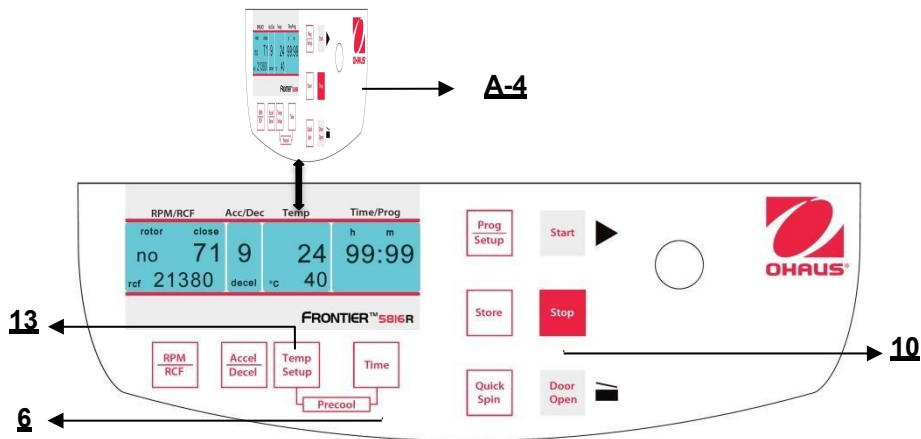
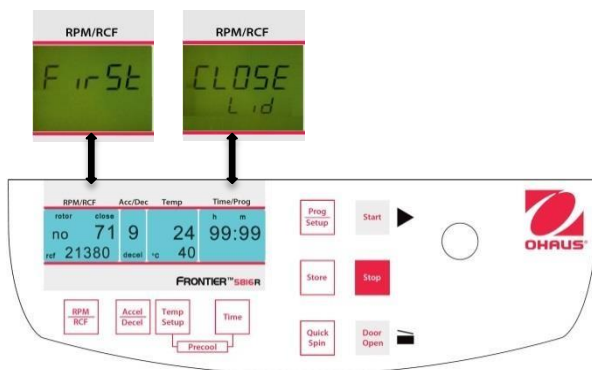

Figura 23
Figura 26
Se i campioni sono sensibili alla temperatura, è utile preraffreddare la centrifuga, il rotore e in ultimo i contenitori alla temperatura di funzionamento necessaria. Perciò, inserire il rotore desiderato e preimpostare la rispettiva temperatura. Si avvia il ciclo premendo simultaneamente i tasti "**Temp/Setup**" (13) (fare riferimento alla figura 23) e "**Time**" (6). Durante il funzionamento, il gruppo sceglie automaticamente una velocità di rotazione equivalente al 20% della velocità di rotazione del rispettivo rotore. Dopo aver raggiunto la temperatura preimpostata, è possibile lasciare il ciclo di preraffreddamento con il tasto "**Stop**" (10). Secondo il rotore inserito, il preraffreddamento va da circa 10 a 20 minuti.
Chiudere il coperchio della centrifuga Adesso procedere come descritto in precedenza per impostare tutti i parametri di ciclo importanti. Se il coperchio non è chiuso quando si salva il programma, sul display **"RPM/RCF"** (A-1), lampeggiano alternativamente le parole **"FirSt"** e **"CLOSE Lid"** (Vedere figura 23). Se si vuole avviare il ciclo senza salvare il programma, sul display **"RPM/RCF"** (A-1) lampeggiano alternativamente le parole **"First"** e **"PrESS StoreE"** (Vedere figura 26) .
E' possibile avviare la centrifuga con il tasto **"Start"** (9) (rif. figura 26) oppure con il tasto **"Quick Spin"** (8).
**Con il tasto "Start"** (9), si possono avviare cicli salvati oppure cicli con i parametri preselezionati manualmente. Quando è finito il rispettivo tempo ciclo preselezionato, la centrifuga si arresterà automaticamente.